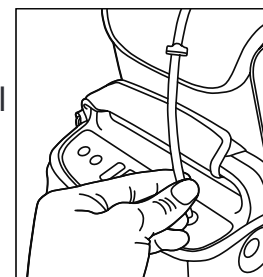

Figura 3
7. Conecte el tubo de la unidad de la botella del humidificador al conector de la salida de oxígeno del concentrador de oxígeno portátil (consulte la figura 3).